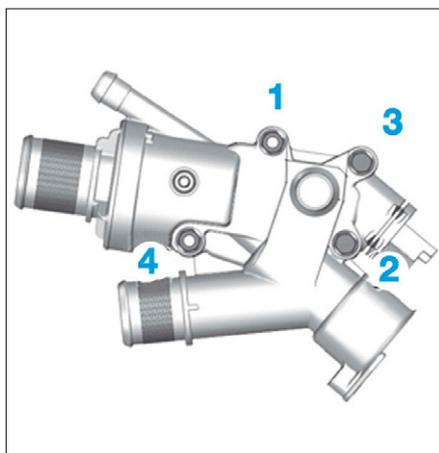

FIG. 38
- Respecter les couples et l'ordre de serrage (Fig.38).